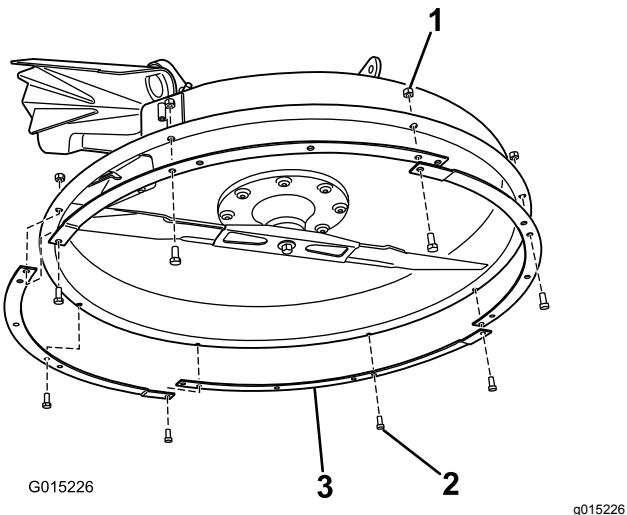

Figura 24
1. Instale los componentes del anillo de la carcasa en la parte inferior de la carcasa de corte (Figura 24).